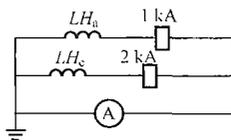

图 E-80
**Jf3E4060** 在三相平衡时，图 E-80 接线中的电流表 A 测得的是 B 相电流用向量图证明。